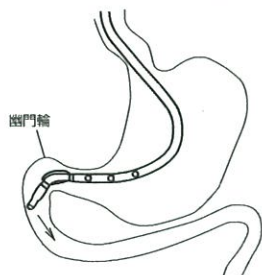

図8
13. 本品の先端部が幽門輪を通過したら、ガイドワイヤー挿入用キャップを緩め、ガイドワイヤーを少しずつ抜き、十二指腸下行脚から上行脚へチューブを押し進める (図8)。